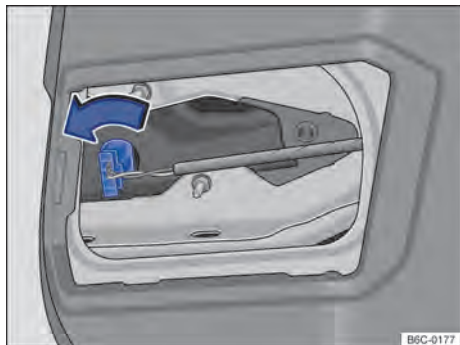

Fig. 170 Na tampa traseira: desinstalar o suporte da lâmpada.
- ④ Girar o suporte da lâmpada → Fig. 170 até o batente no sentido anti-horário e desengatar do alojamento.
- ⑤ Remover a lâmpada queimada do alojamento.
- ⑥ Substituir a lâmpada incandescente queimada por uma lâmpada incandescente nova do mesmo modelo.
- ⑦ Certificar-se de que a lâmpada está corretamente fixada no suporte.
- ⑧ Encaixar o suporte da lâmpada e girar no sentido horário até o batente.
- ⑨ Recolocar a cobertura na tampa traseira. A cobertura deve encaixar e estar firme.
- ⑩ Fechar a tampa traseira → Página 76.